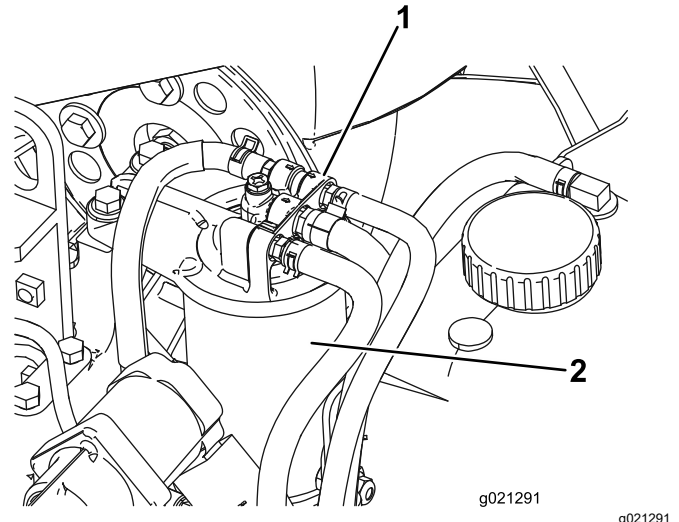

Figura 79
1. Limpe a zona em torno da cabeça do filtro de combustível (Figura 79).
2. Retire o filtro e limpe a superfície de montagem da cabeça do filtro (Figura 79).